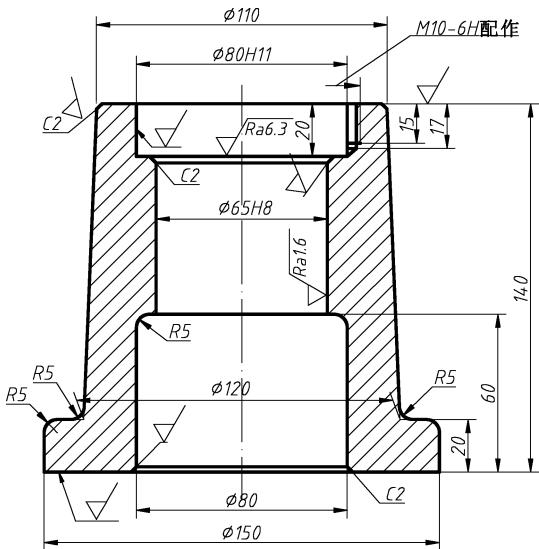

图 11-30 尺寸标注示例
5) 绘制表面粗糙度符号或插入块，将其移动到各相应位置，并修改其数值，结果如图 11-30 所示。